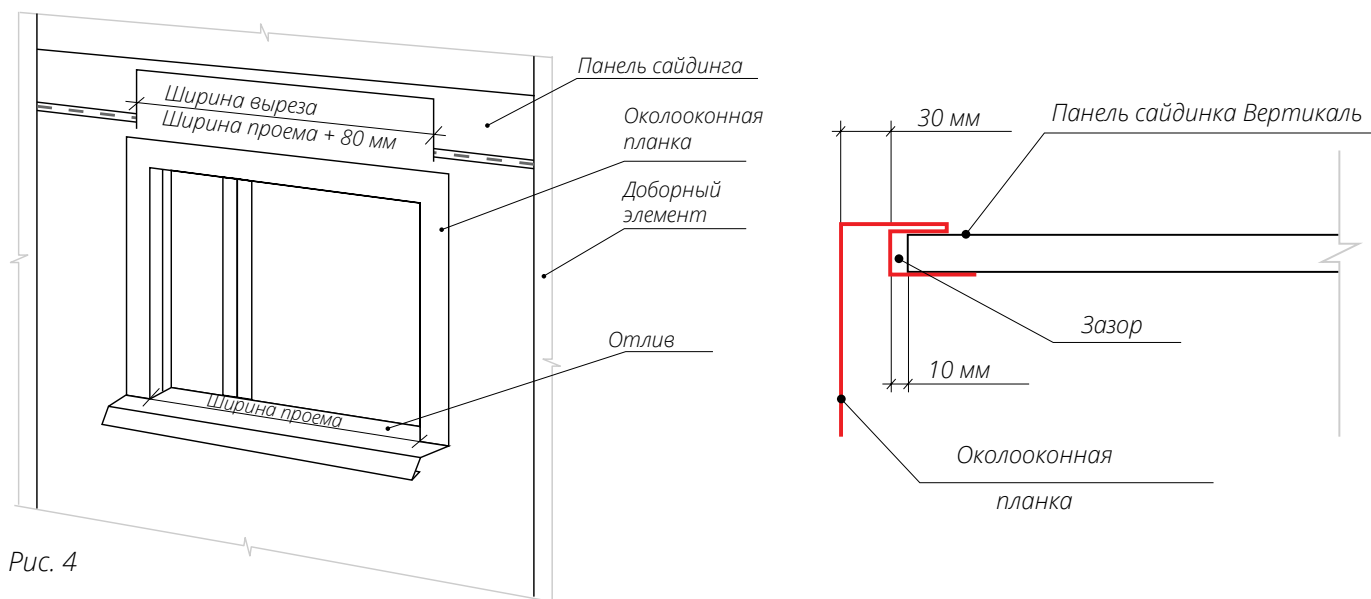

Рис. 4
- Подготовьте панели, примыкающие к проему сверху. Если под проемом не установлен H-профиль, вырез делается на ширину оконного проема с учетом размера Околооконной планки и зазора, необходимого для того, чтобы можно было вставить панель в Околооконную планку (рис. 4).
те необходимый вырез, как показано на схеме (рис. 4). Вырез должен быть шире проема на 80 мм. Глубина выреза должна позволить смонтировать панель без зазоров и деформаций.